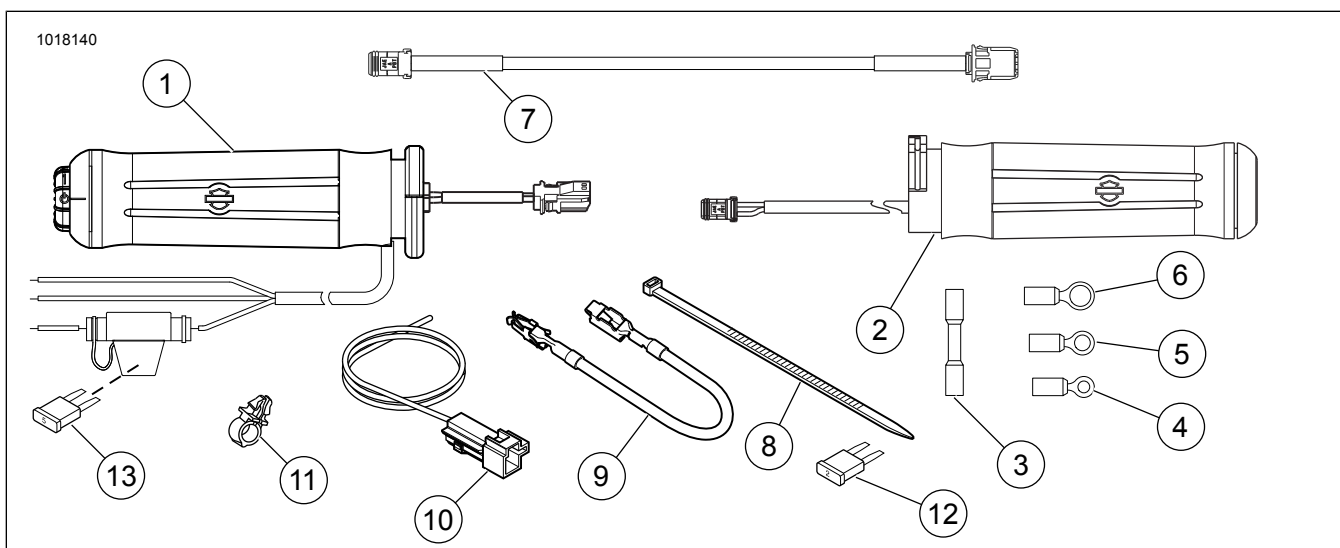

Figure 22. Pièces de rechange, kits de poignées chauffantes
3. Voir Figure 22. Sélectionner la borne circulaire correcte (4, 5 ou 6) du kit qui convient au goujon de borne argentée (avec le fil rouge) sur le disjoncteur.
1. Voir Figure 22. Sélectionner la borne circulaire correcte (4, 5 ou 6) du kit qui convient au goujon de borne argentée (avec le fil rouge) sur le disjoncteur.
2. Voir Figure 22. Sélectionner la borne circulaire correcte (4, 5 ou 6) du kit qui convient au goujon de borne argentée (avec le fil rouge) sur le disjoncteur.
2. Voir Figure 22. Brancher le faisceau adaptateur (10) du kit dans le connecteur B+.
Voir Figure 22 et Tableau 1.